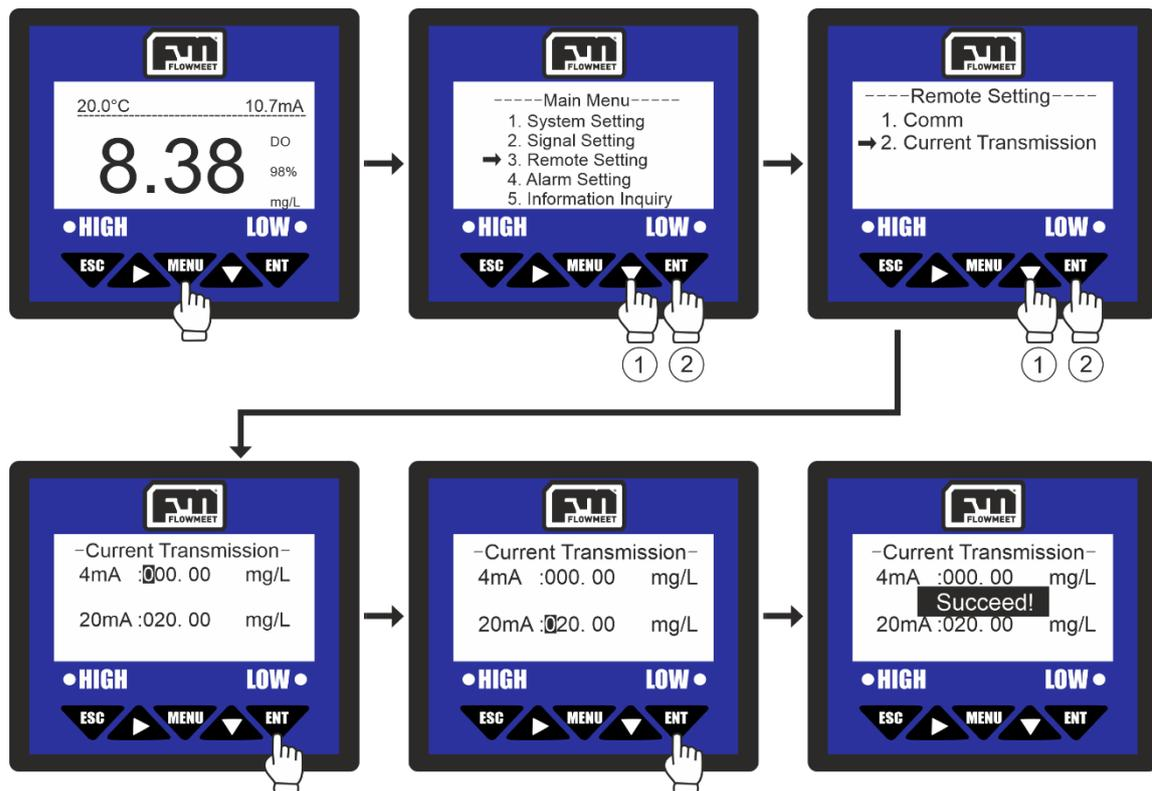

Figura 9.2 Pantalla de configuración para el 4-20
- 3- Abrir el programa Termite donde aparecerá la pantalla de la figura 9.2